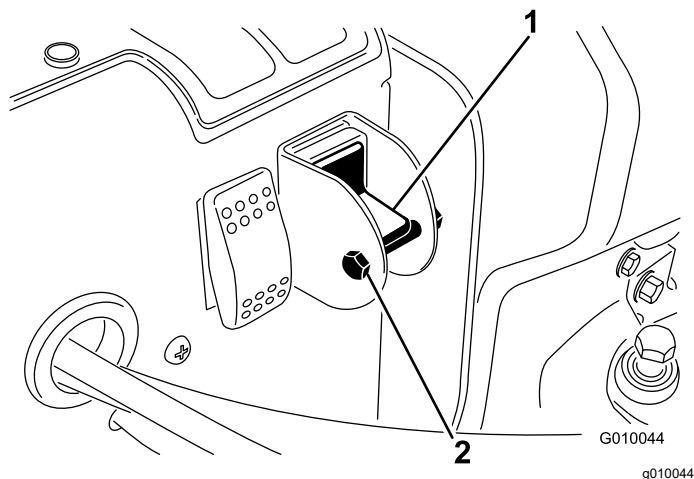

Figura 21
4. Îndepărtezi urubul și piulița de blocare de la comutatorul selector (Figura 21).